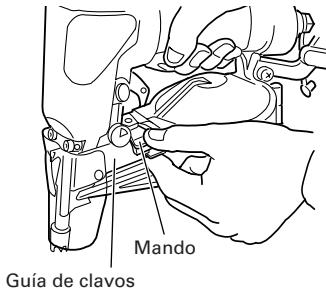

Fig. 1
(1) Cargue los clavos en el cargador.
- Sujete la guía de los clavos y la perilla con los dedos. Luego presione la perilla para abrir la guía de los clavos hacia la izquierda (vea la Fig. 1).